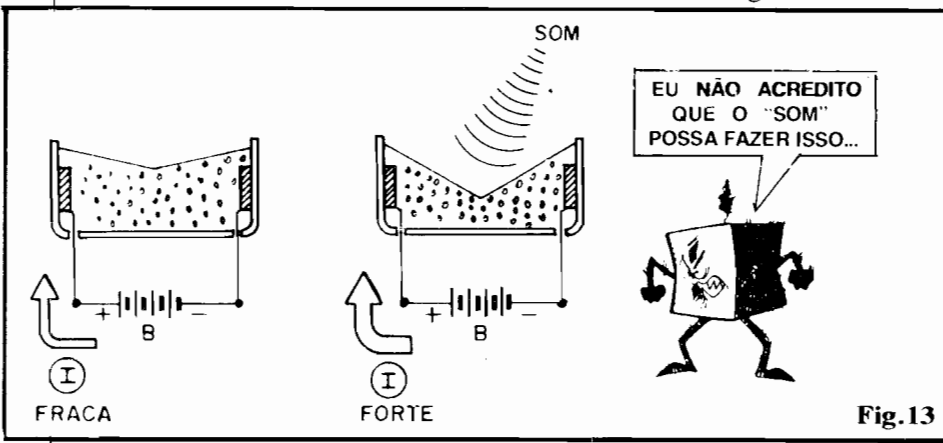

Fig. 13
- **FIG. 13** - Como funciona esse "PDR" específico, o MICROFONE DE CARVÃO... Em repouso, o conjunto interno de grânulos de carvão apresenta uma certa condutividade, mostra uma Resistência "X" de valor estável... Se submetido (via seus terminais) a uma Tensão proveniente de bateria ou pilhas "B", desenvolver-se-á uma Corrente "I", digamos "fraca"... Quando, porém, alguém **fala** à frente da membrana flexível do microfone, a "pressão" das Ondas Sonoras "deforma" momentaneamente a membrana... Nos momentos em que esta é pressionada "para dentro", os grânulos de carvão são, naturalmente, comprimidos, com